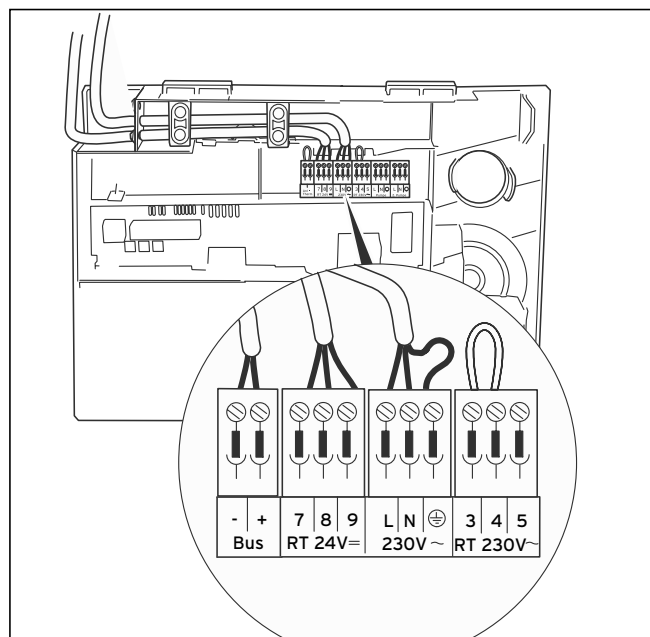

Рис. 5.5 Подключение погодозависимого регулятора
- Проложите необходимые провода к уровню подключений в распределительной коробке, как показано на рис. 5.5.